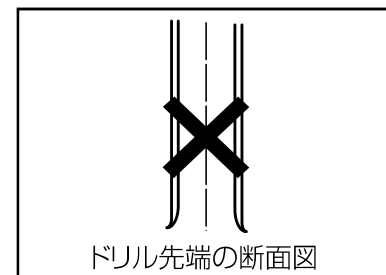

図50
4.図50のように反りが出るようでは、力の入れすぎです。反りが無くなるまで再度、研磨してください。 図50 参照